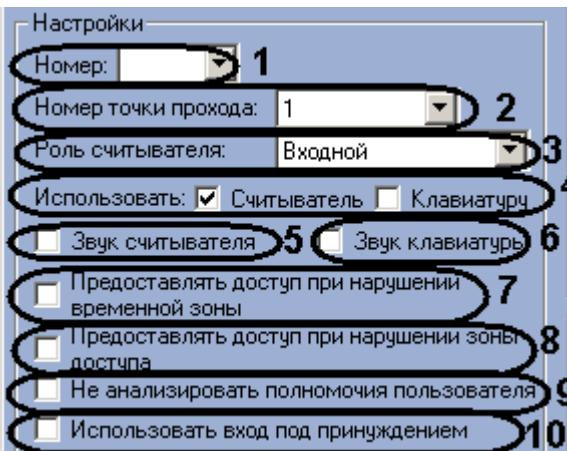

Рис. 3.4-22 Параметры группы Настройки
- Настроить параметры группы Настройки (Рис. 3.4-22).
- Выбрать адрес считывателя из раскрывающегося списка **Номер**: (см. Рис. 3.4-22, 1).
- Выбрать из раскрывающегося списка **Номер точки прохода**: адрес точки прохода, к которой относится считыватель (см. Рис. 3.4-22, 2).
- Выбрать тип считывателя (**Входной** или **Выходной**) из раскрывающегося списка **Роль считывателя**: (см. Рис. 3.4-22, 3).
- В поле **Использовать**: установите флагки согласно конфигурации установленного оборудования (см. Рис. 3.4-22, 4).
- 3.5 Установить флашок **Звук считывателя**, если необходимо, чтобы каждое событие считывателя сопровождалось сигналом, соответствующим этому событию (см. Рис. 3.4-22, 5).
- 3.6 Установить флашок Звук клавиатуры, если необходимо, чтобы каждое нажатие на клавиатуре, относящейся к считывателю, сопровождалось коротким звуковым сигналом (см. Рис. 3.4-22, 6).
- 3.7 Установить флашок **Предоставлять доступ при нарушении временной зоны**, если необходимо представлять доступ даже при нарушении временного зоны (см. Рис. 3.4-22, 7).
- 3.8 Установить флашок **Предоставлять доступ при нарушении зоны доступа**, если необходимо представлять доступ даже при нарушении зоны доступа (см. Рис. 3.4-22, 8).
- 3.9 Установить флашок **Не анализировать полномочия пользователя**, если нет необходимости использовать для считывателя дополнительные параметры пропуска, действующие в пределах одного контроллера (см. Рис. 3.4-22, 9).
- 3.10 Установить флашок **Использовать вход под принуждением**, если необходимо использовать режим **Доступ под принуждением** (см. Рис. 3.4-22, 10).